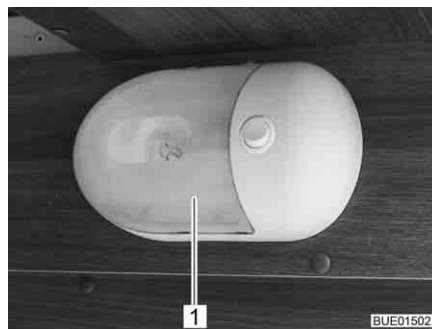

Fig. 276 Lámpara de montaje en superficie
- Comprimir la cubierta transparente (Fig. 276,1) con precaución de ambos lados, retirarla ligeramente del interruptor y quitarla hacia delante.